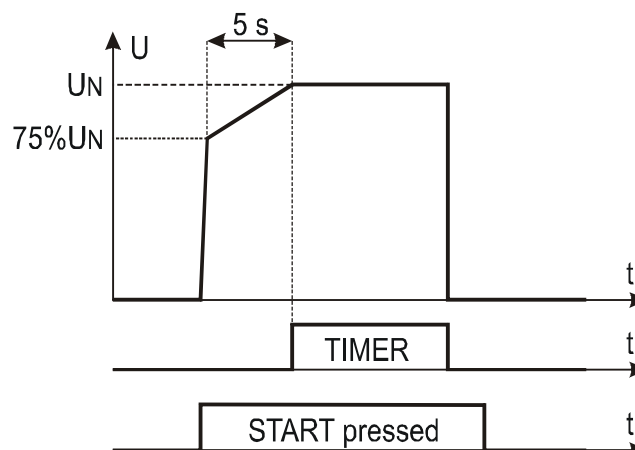

Fig. 37: Test Rigidità Dielettrica in modo Rampa 75%
- **Modo Rampa 75% (rampa singola)** → Alla pressione del tasto **START/STOP** la tensione di prova sale fino al 75% della tensione nominale poi impiega 5s per portarsi al valore nominale. Successivamente è mantenuta per un tempo definito da un Timer programmabile (vedere Fig. 37)